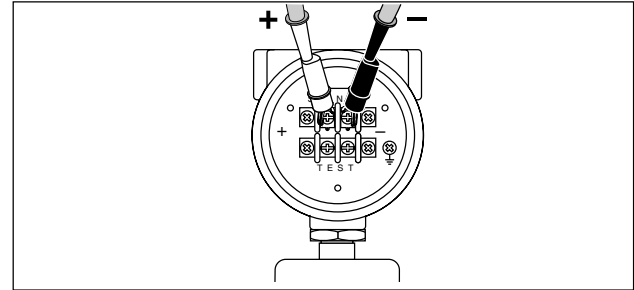

图 7. 供应回路电压
2. 在发送机与标称回路电能断开的情况下，按图 7 所示将校准器 mA（毫安）(+) 和 COM（公共）(-) 测试导线串接仪表电流回路。